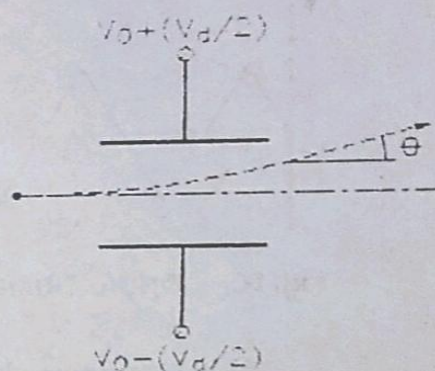

Fig. 7 - Deflexión Simétrica
- B) **DEFLEXIÓN SIMÉTRICA** : Que es la generalmente usada, consiste en aplicar la señal, con signo opuesto a ambas placas : La superior más positiva (**Potencial $+V_d / 2$**) y la inferior más negativa (**Potencial $-V_d / 2$**), respecto del ánodo (A) . Manteniéndose así el potencial medio entre las placas igual a V_0 y no sufriendo el haz deformación alguna (Fig. 7).